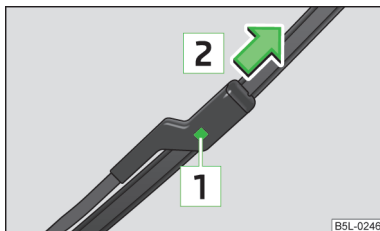

Fig. 34
- » Apăsați siguranța **1** » fig. 34 și extrageți lamela ștergătorului de lunetă în sensul săgeții **2**.